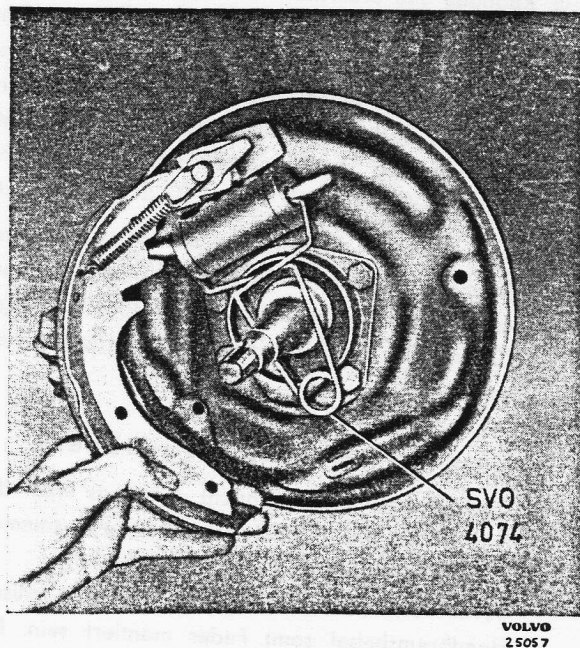

Bild 7-27. Einbau der Bremsbacken
2. Den vorderen Backen in seiner Lage halten, so dass die Rückholfeder eingehakt werden kann. Den Backen nach aussen drücken, um die Druckstange des Radbremszylinders einbauen zu können (siehe Bild 7-27). Führungsbolzen und Klammer einbauen.